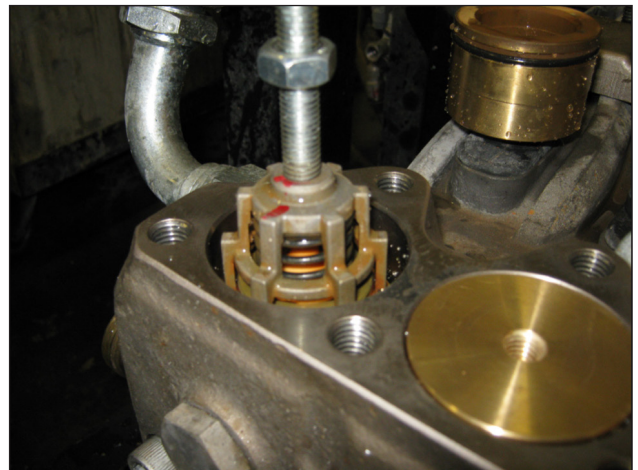

Abb. 19
- Entfernen Sie die Saugventilgruppen der Pumpen KT 36-KT40-WK8 mithilfe des Abziehers mit Schlagwerk Art. 26019400 in Verbindung mit dem Werkzeug Art. 27513600 (Abb. 19).